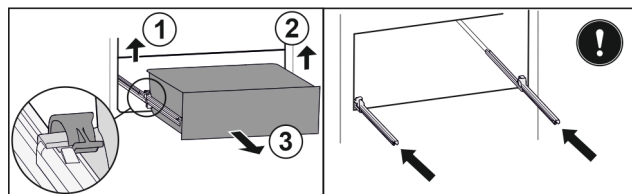

Fig. 89
- Ridicați clema din stânga și trageți concomitent sertarul din stânga spre înainte. Fig. 89 (1)
- Ridicați clema din dreapta și trageți concomitent sertarul din dreapta spre înainte. Fig. 89 (2)
- Extrageți sertarul spre înainte. Fig. 89 (3)